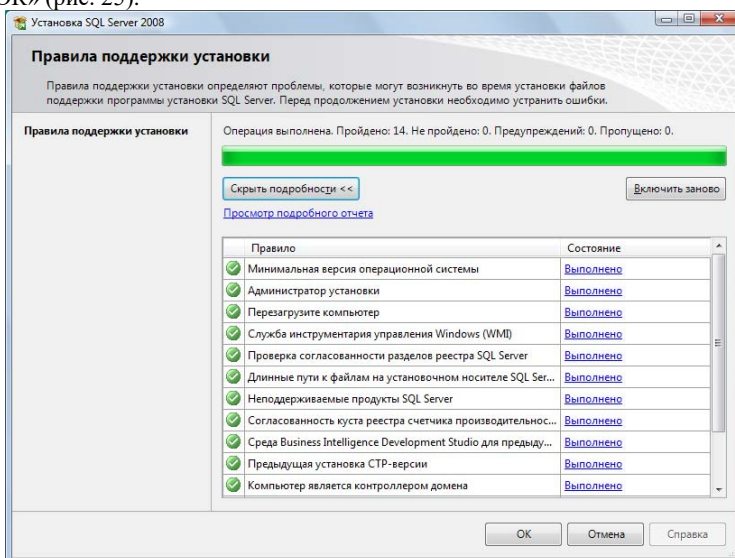

рис. 25
2.3 Нажать кнопку «Показать подробности» и убедиться, что все проверки успешно пройдены. Если будут обнаружены какие-то проблемы, то необходимо их устранить и запустить повторную проверку кнопкой «Включить заново». Затем закрыть данное окно кнопкой «ОК» (рис. 25):